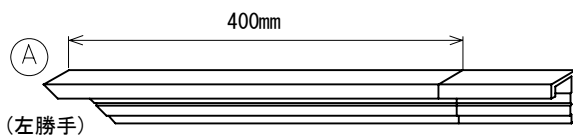

図12-1
- ①2種類の見切り部材を所定の長さにカットしてください。(図12-1)